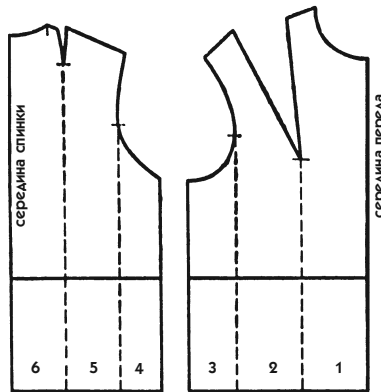
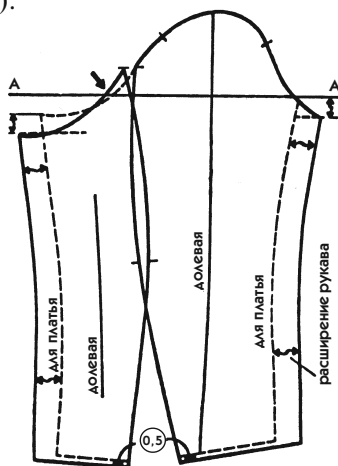

Рис. 354
Рис. 357
2. Обозначьте черточками точки образования фалд — вершины вытачки груди и вершины плечевой вытачки спинки. Проведите от них пунктирные линии параллельно срединным линиям (рис. 354).
1. Переведите на лист бумаги базовое лекало рукава в натуральную величину (рис. 200). Укажите все необходимые обозначения, затем продлите линию А, как показано на рис. 357.
3. **Изменение ширины.** Параллельно линиям передних срезов проведите линии на расстоянии, равном расширению лифа плюс 0,3 см (для проймы С) и плюс 0,8 см (для проймы D) (см. рис. 354). Так, расширение рукава для прямого пальто —  $2,5 \text{ см} + 0,8 \text{ см} = 3,3 \text{ см}$  (рис. 357, сплошные линии). Чтобы его начертить, воспользуйтесь цветным карандашом.
4. **Изменение длины.** Вдоль нижней части рукава проведите параллельную линию, удлиняющую рукав на 0,5 см. Это удлинение компенсирует ту высоту, на которую приподнимают плечо подплечники. Это удлинение дается для всех рукавов жакетов и пальто, поэтому величина 0,5 см на рис. 357 заключена в кружок как постоянная.
5. **Понижение концов оката.** На каждом конце оката рукава укажите, на сколько следует его понизить. Эта мерка будет равна углублению проймы плюс 0,5 см для случаев применения подплечников (например, для прямого пальто —  $2 + 0,5 = 2,5 \text{ см}$ ). На рис. 357 понижение линии оката рукава обозначено двойными вертикальными стрелками.